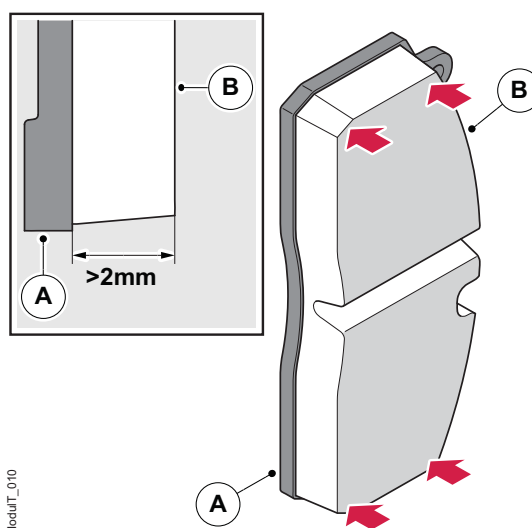

Figura 15. Medición del estado de desgaste de las pastillas
5. Mida en ambas pastillas de freno la distancia entre la placa posterior (A) y la superficie de desgaste (B) de la pastilla en cuatro sitios; véase la figura 15. El grosor mínimo permitido del forro (material de fricción) es de 2 mm.
6. Compruebe el estado de la placa posterior (A).